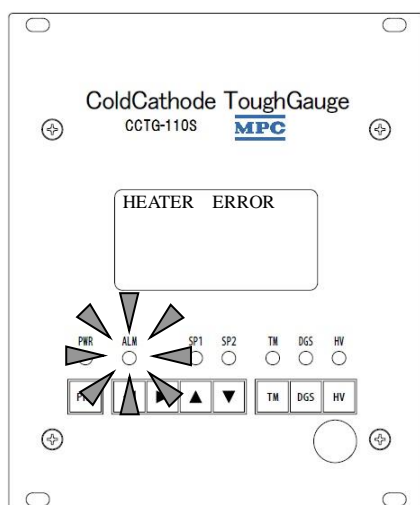

図 26 測定停止 (例)
- (1) 圧力が測定範囲よりも高い場合や電極に異常が発生している場合など、アラームが発生した場合には“図 26 測定停止 (例)”の画面が表示され、圧力測定ができなくなります。